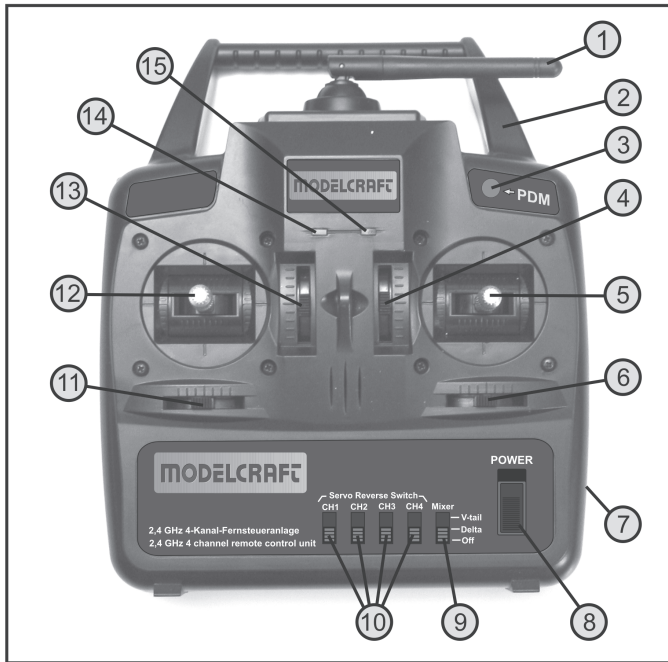

Bild 1
Winkeln Sie die Senderantenne (siehe Bild 1, Pos. 1) seitlich ab, so dass die Antenne im 90°-Winkel zur Verbindungslinie Fernsteuerung/Modell steht. So erreichen Sie die beste Signalübertragung. Vermeiden Sie es mit der Spitze der Senderantenne auf das Modell zu zielen.
Zur Stromversorgung des Senders benötigen Sie 4 Mignon-Batterien (z.B. Conrad Best.-Nr.: 652507, 4er Pack, bitte 1x bestellen) oder Akkus der Größe Mignon (AA). Aus ökologischen und auch wirtschaftlichen Gründen ist es in jedem Fall empfehlenswert, Akkus einzusetzen, da diese im Sender über eine eingebaute Ladebuchse (siehe Bild 1, Pos. 7) wieder aufgeladen werden können. Zum Einlegen der Batterien oder Akkus gehen Sie wie folgt vor:
Wenn die Akkus geladen sind bzw. neue Batterien eingelegt sind, schalten Sie zu Testzwecken den Sender mit Hilfe des Funktionsschalters (siehe Bild 1, Pos. 8) ein. Schieben Sie dazu den Bedienknopf von der unteren Stellung in die obere Position.
Zunächst leuchtet die rote LED-Anzeige für die Spannungsversorgung (siehe auch Bild 1, Pos. 15) auf.
Kurze Zeit später gibt die Fernsteuerung einen Signalton ab und die grüne LED-Anzeige für die Binding-Funktion und Unterspannung (siehe auch Bild 1, Pos. 14) beginnt zu leuchten.
Sollte die Spannungsversorgung unter 4,2 V fallen, so beginnt die grüne LED für die Unterspannungsanzeige (siehe auch Bild 1, Pos. 14) schnell zu blinken und der Sender gibt im gleichen Rhythmus kurze Signaltöne ab. In diesem Fall sollten Sie den Betrieb Ihres Modells so schnell wie möglich einstellen.